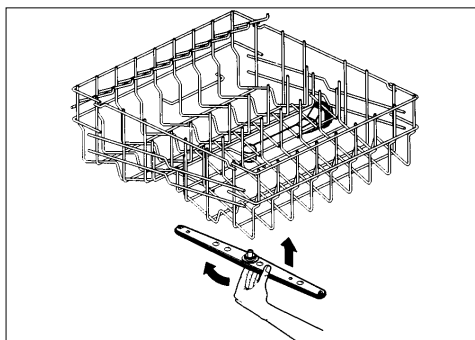

fig. 9
- Enlevez l'arroseur du haut en le tournant et en le tirant vers le bas (fig. 9).